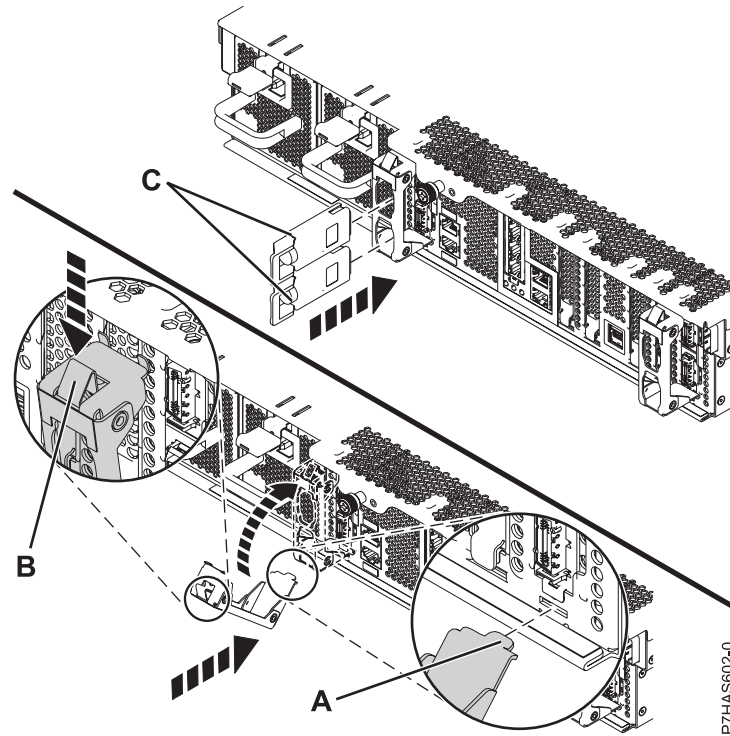

Figure 8. Installation du support de câbles
8. Afin de bloquer la patte supérieure dans l'emplacement du bloc, inclinez légèrement le support de câbles (A) (voir la figure 8, à la page 11).